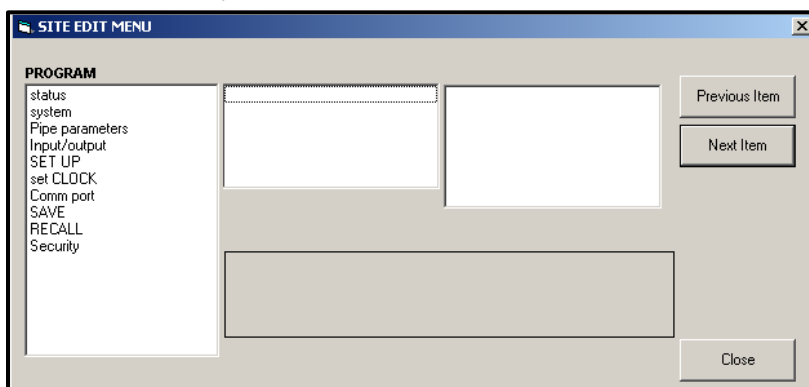

Рисунок 37: Окно меню Site Edit (Редактирование объекта)
5. Чтобы открыть конкретное меню, дважды щелкните по этому меню на дереве. Например, если вы дважды щелкните меню Site Edit (Редактирование объекта), откроется окно, показанное на рис. 37.